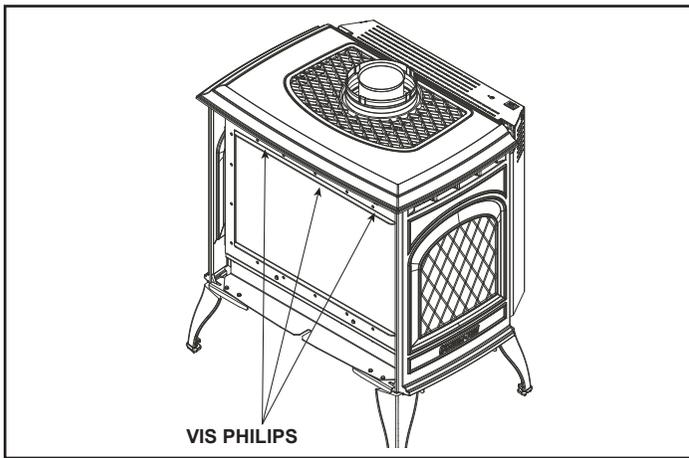

Figure 6.11 Retrait du cadre de la vitre
11. À l'aide d'un tournevis Philips no 2, retirez les trois vis sur l'assemblage de vitre avant, puis retirez l'assemblage du poêle. Voir la Figure 6.11.